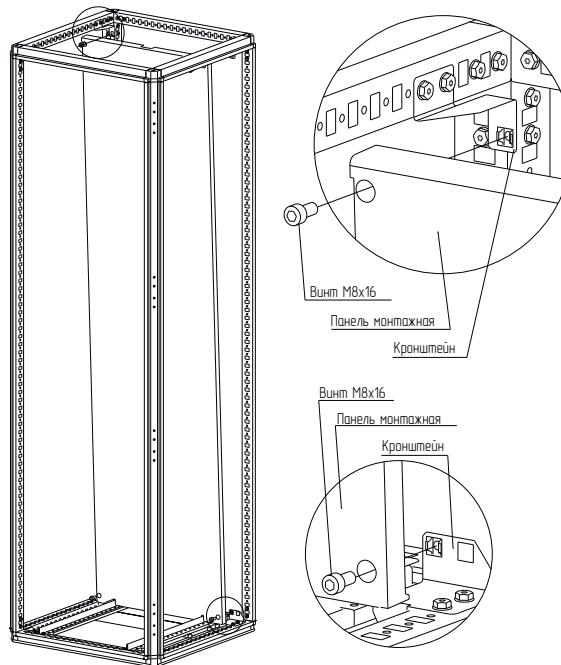

Рисунок 2
- 4.1.4 Прислонить панель монтажную полную к кронштейнам и закрепить винтами M8×16 (рисунок 2). Момент затяжки – 10 Н·м.